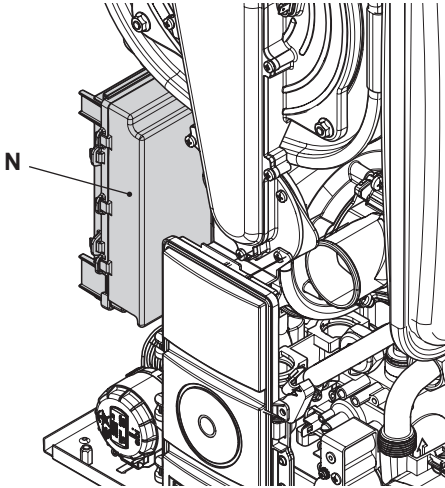

Figura 5.18
- Individuare il coperchio copri morsettiera N (Figura 5.18) ed aprirlo.